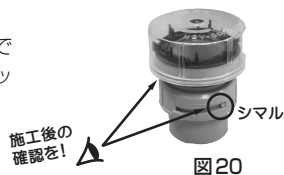

図20
- 施工完了後、ゴムシートが確実に製品開口部をふさいで閉じているかを確認してください。また、カプラーナットが締まっているか確認してください。(図20)